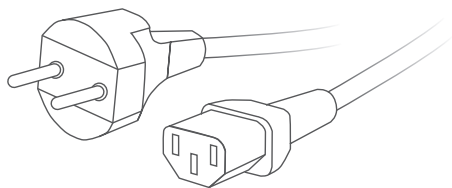

Рисунок 7. Внешний вид разъема и вилки провода питания
- вилка должна соответствовать стандарту CEE 7/7 (рис. 7),
- разъем должен соответствовать стандарту IEC 320 C13 female (рис. 7),